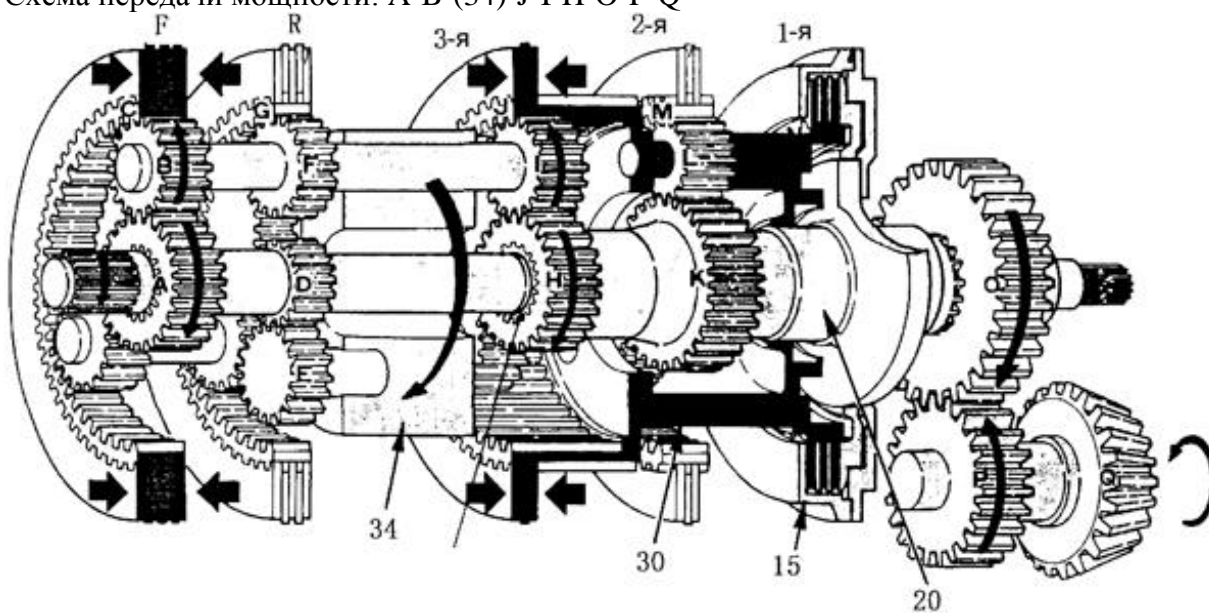

Рис. 5-33
(3) Передний ход (см. Рис. 5-33)